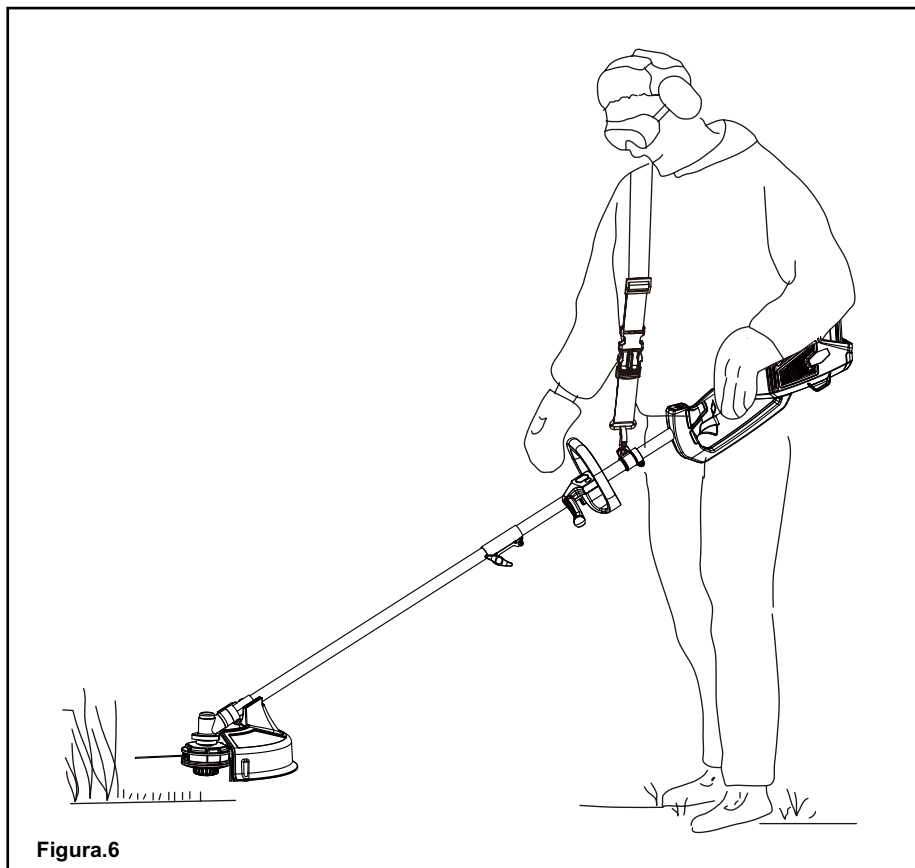

Figura.6
FUNCIONAMIENTO DE LA CABEZA MOTRIZ *(consultar figura 6)*
- Evite las superficies calientes manteniendo siempre la herramienta alejada de su cuerpo. (La posición correcta de funcionamiento se muestra en la figura 6.)